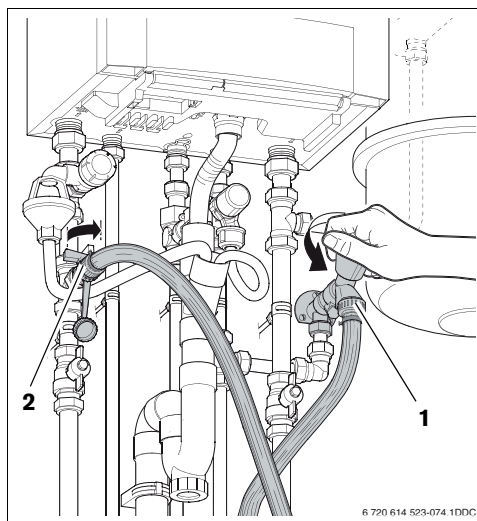

Fig. 6 Vullen cv-installatie
- Sluit de ene aansluiting van de vulslang aan op de waterkraan en vul de slang met water (→ fig. 6, [1]).
- Sluit de andere aansluiting van de vulslang aan op de vul- en aftapkraan (→ fig. 6, [2]).
- Draai de vul- en aftapkraan (→ fig. 6, [1]) volledig open.